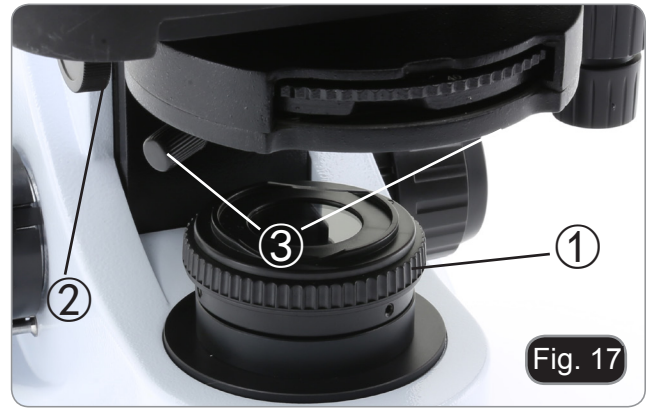

Fig. 17
2. Tournez la bague du diaphragme de champ ① pour fermer complètement le diaphragme. (Fig. 17)
3. Tournez le bouton de réglage de la hauteur du condenseur ② pour faire la mise au point sur le bord de la membrane.
4. R Tournez les deux vis de centrage ③ pour amener l'image du diaphragme au centre du champ de vision.